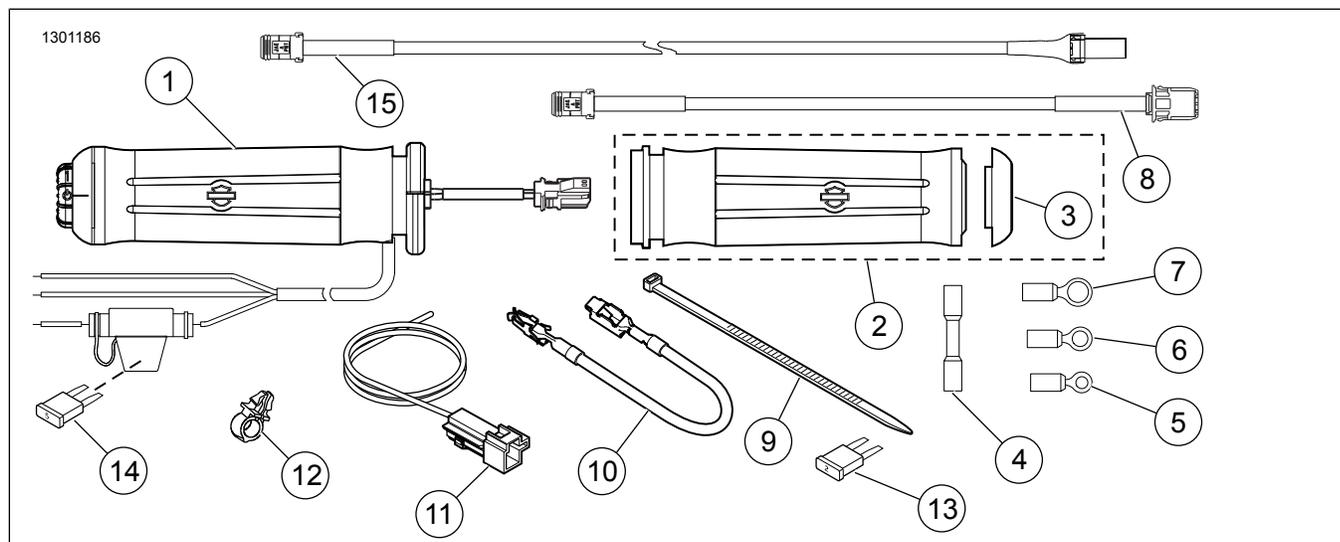

Figura 8. Piezas de servicio: Kits de empuñaduras con calefacción
2. Ver Figura 8 . Use las correas de cables (9) del kit para sujetar el cableado de la empuñadura a los arneses de cables a lo largo de la estructura del vehículo. **Modelos de 2014 y posteriores:** continúe después del Paso 15.